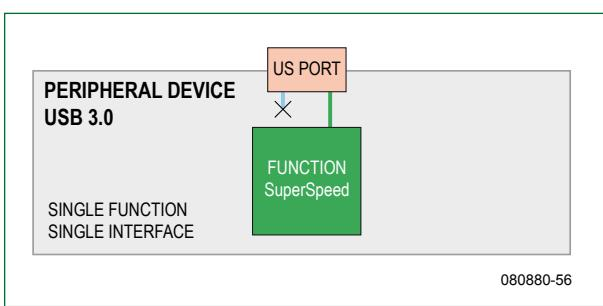

Figure 7.
- Appareil multifonctions, multi-interface. C'est un périphérique composite (**Figure 7**).